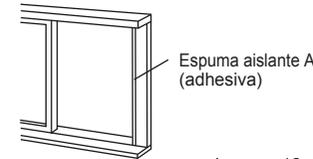

Imagen 12
1. Corte la espuma aislante (adhesiva) en la longitud correcta y adhiérala al marco de la ventana (imagen 12).